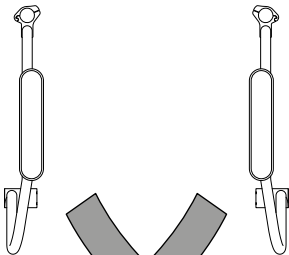

Abb. 15
1. I grundläge kan låren abducera (spreta) ett visst mått (bild 15).